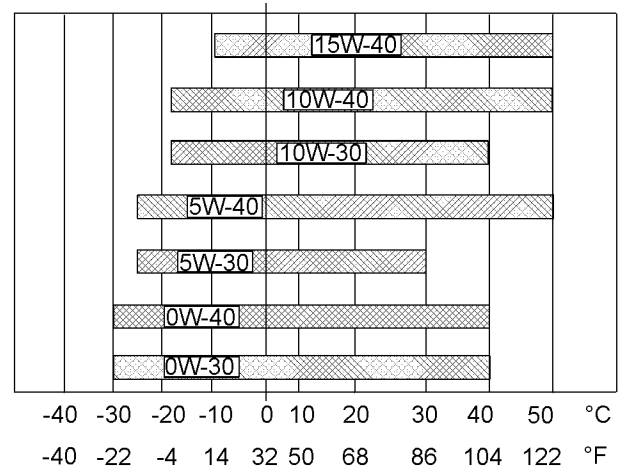

Ilustración 38
Consulte la Ilustración 38 (temperatura mínima) para determinar la viscosidad necesaria del aceite para arrancar un motor frío.
Consulte la ilustración 38 (temperatura máxima) para seleccionar la viscosidad de aceite para la operación del motor a la temperatura ambiente más alta esperada.
- Consulte la publicación "Viscosidades de lubricantes" apropiada. Consulte la ilustración 38 para encontrar el grado correcto de viscosidad del aceite para el motor.